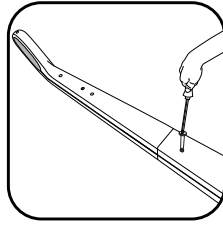

fig. 2
- Insérez la vis de blocage (7) dans le manche et vissez-la à l'aide d'un tournevis (fig.2).